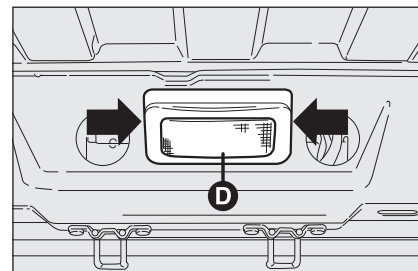
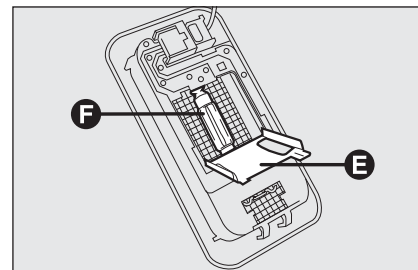

fig. 36
fig. 37
- agir sur les points indiqués par les flèches et enlever le plafonnier **D-fig. 36**;
- ouvrir le volet de protection **E-fig. 37**;
- remplacer l'ampoule **F-fig. 37** en la dégageant des contacts latéraux et en s'assurant que la nouvelle ampoule soit bloquée entre les contacts mêmes;
- fermer le volet de protection **E-fig. 37** et réintroduire le plafonnier **D-fig. 36** dans son logement en s'assurant du blocage.